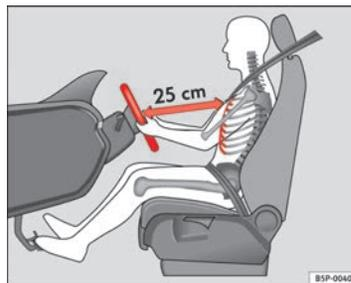

Fig. 136 Posição correcta do banco do condutor
- Ajustar o volante até atingir a posição pretendida ⇒ Fig. 136.
- Ajustar o banco do condutor ou o volante, de modo a que a distância entre o volante e o tórax seja de pelo menos 25 cm ⇒ Fig. 136. Se não se respeitar a distância mínima, o sistema de airbag não pode exercer a sua função de protecção – perigo de morte!